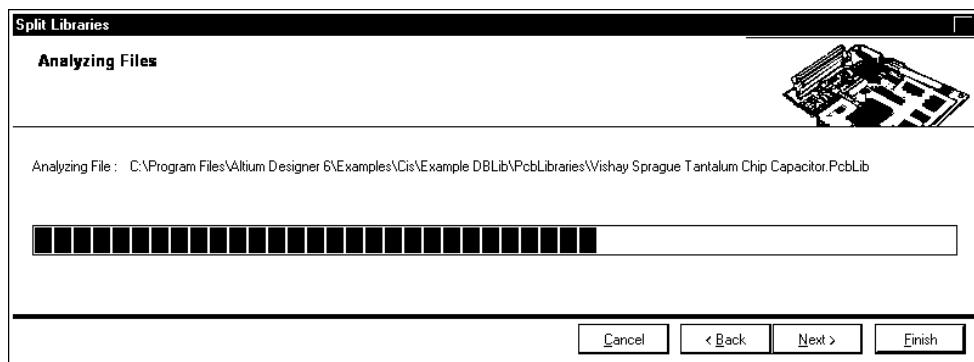

Рис. 12.8. Мастер расщепления интегрированных библиотек: отображение прогресса расщепления
- Щелчком на кнопке **Next** открыть следующую страницу (рис. 12.8), на которой выполняется анализ исходных библиотек и формируется список имен расщепленных библиотечных файлов.
- Кнопкой **Next** активизировать заключительную страницу мастера, на которой выполняется обработка подготовленных данных — окончательно формируются расщепленные библиотеки. В диалоговом окне, аналогичном рис. 12.8, отображается линейка прогресса и имена файлов, конвертируемых в каждый текущий момент.